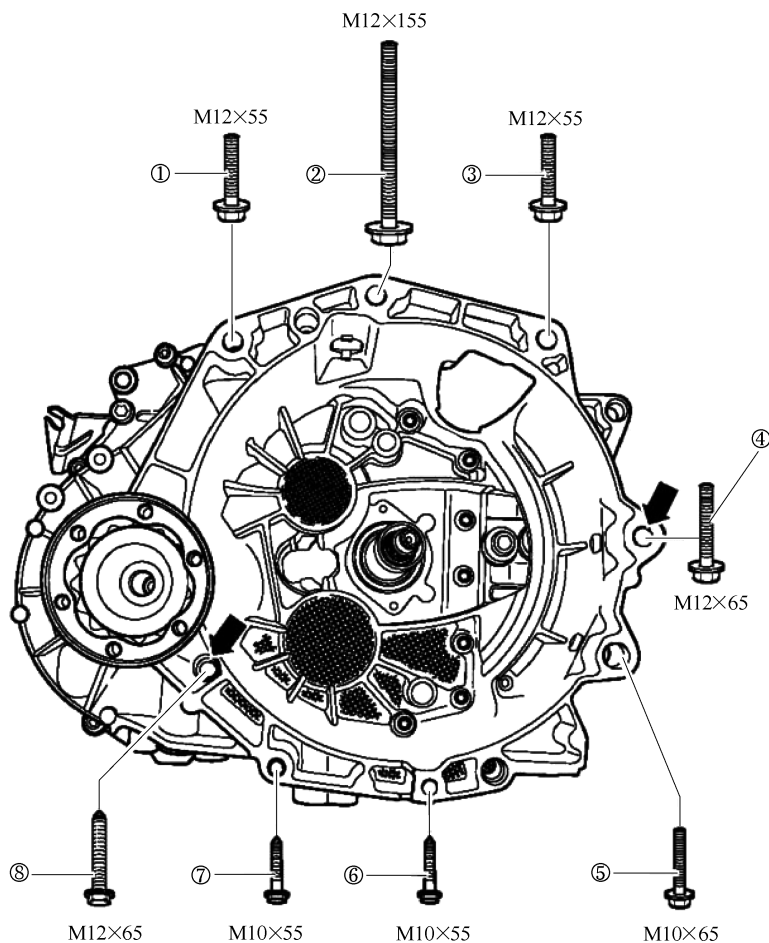

图 4-2-7 发动机与变速器连接螺栓
- 12) 旋出发动机与变速器的上部连接螺栓①、②、③，如图 4-2-7 所示。
- 18) 摆臂到主销球头的螺母如图 4-2-7 所示，在箭头处做好位置标记。
28) 旋出发动机/变速器的下部连接螺栓⑤、⑥、⑦，如图 4-2-7 所示。
30) 旋出发动机/变速器下部的连接螺栓④、⑧, 如图 4-2-7 所示。